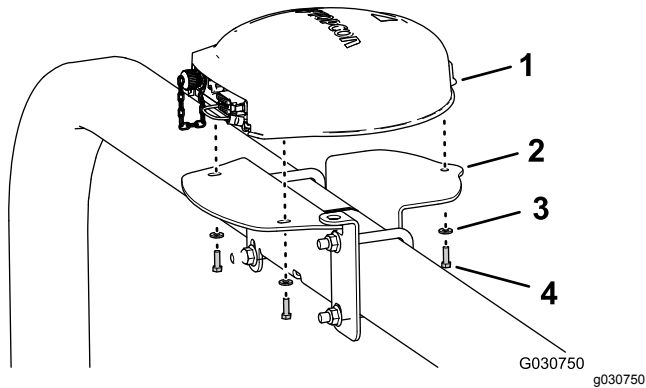

Figure 126
4. Alignez les 3 boulons vissés dans la base du récepteur de navigation et les 3 trous dans le support du récepteur (Figure 126).
5. Fixez le récepteur sur le support (Figure 126) à l'aide des 3 boulons à tête hexagonale (5 x 16 mm) et des 3 rondelles (5 mm).